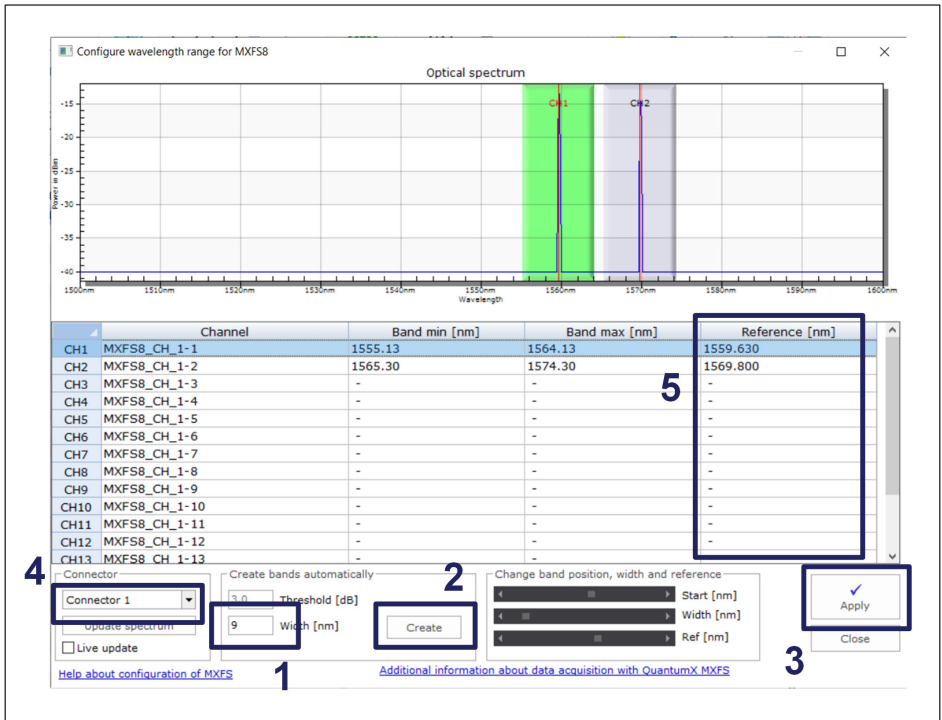

图5.2 创建范围
- 为 9 nm 的自动波段创建定义一个宽度值 (数字1, 位于图5.2)。
- 通过按压“Create Button (创建按钮)” (数字2, 位于图5.2) 来自动创建波段。
- 通过按压“Apply (应用)”按钮 (数字3, 位于图5.2), 将配置的范围应用于所选接头的设备上。
- 通过更改所选的接头 (数字4, 位于图5.2), 对所有的接头重复该过程。
- 按照校准表所示 (数字5, 位于图5.2), 定义 FBG 的参考波长
- 应用设置 (数字3, 位于图5.2)
- 通过更改所选的接头 (数字4, 位于图5.2), 对所有的接头重复操作更改为 DAQ 通道视图